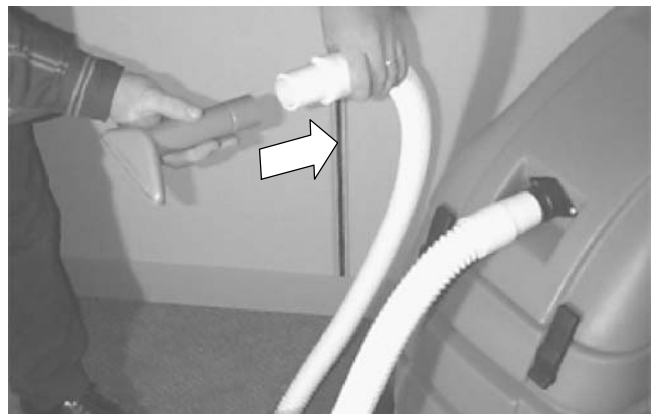

図 7
2. 使用するアクセサリツールを選び、ホースに接続します。(図7)